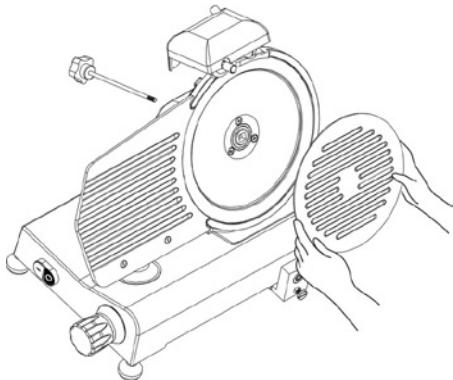

Fig. 6 – Rimozione della protezione della lama
- posizionare la manopola nella posizione „0“ (1).
- posizionare il carrello (pos. 2) alla fine dello scorrimento (pos. a) presso gli organi di controllo;
- pulsante di rilascio del carrello (pos. 3) premere il pulsante di rilascio del carrello, spostare il carrello verso l'alto (pos. b)
Svitare la manopola della barra di fissaggio (1) (vedere Fig. 6), per rimuovere la protezione della lama (2).